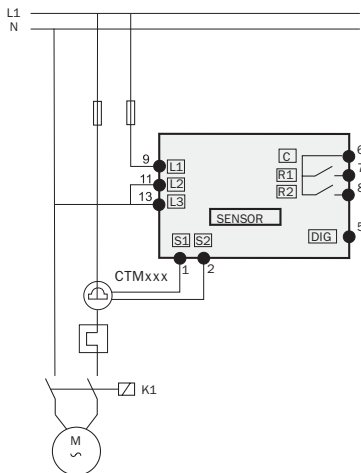

Abb. 2 Beispiel eines 1-Phasen-Anschlusses.
2. Bei 1-Phasen-Anschlüssen, siehe Abb. 2.